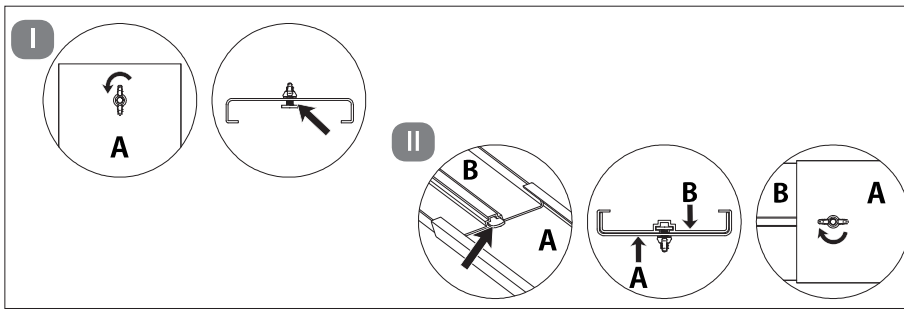

Abb. 14 – Größe des Fensterkits anpassen
- ▶ Lösen Sie die Flügelmutter soweit, dass ein Freiraum zwischen dem Teil A des Fensterkits und dem Gleiter entstehen. **(siehe Abb.14 Schritt I).**
Stellen Sie das Fensterkit auf die gewünschte Größe ein, indem Sie das Fensterkit zusammenschieben bzw. auseinanderziehen und ziehen Sie die Flügelmutter wieder an. **(siehe Abb.14 Schritt II).**